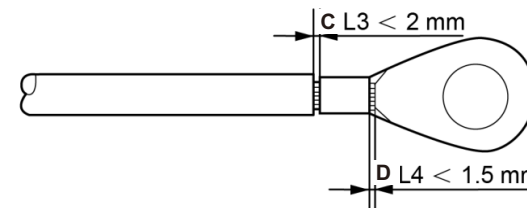

图5.9 线缆压接
4. 将剥去绝缘层的线芯穿入OT 端子的导体压接区内，并用液压钳压紧（如图5.9）。